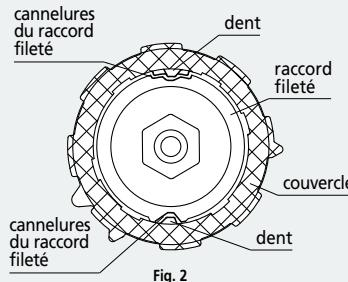

Fig. 2
3. Assembler le couvercle sur le raccord fileté en couplant les 2 dents du couvercle avec les cannelures du raccord fileté (fig.2).